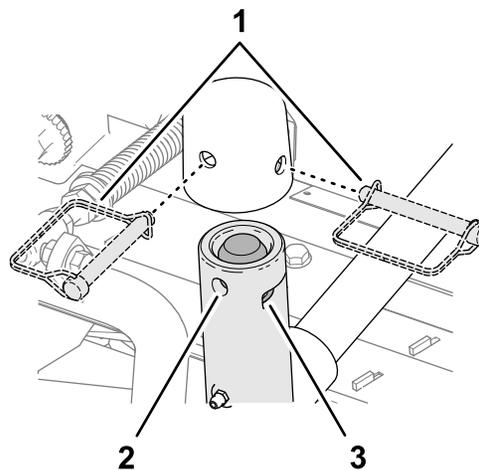

图 29
**锁定用于在山坡上剪草的滚刀组枢轴**——锁定滚刀组枢轴以防止滚刀组在坡面上剪草时向下坡方向旋转。使用提升臂枢轴图 29 上的孔锁定滚刀组。将槽用于可偏转的滚刀组。